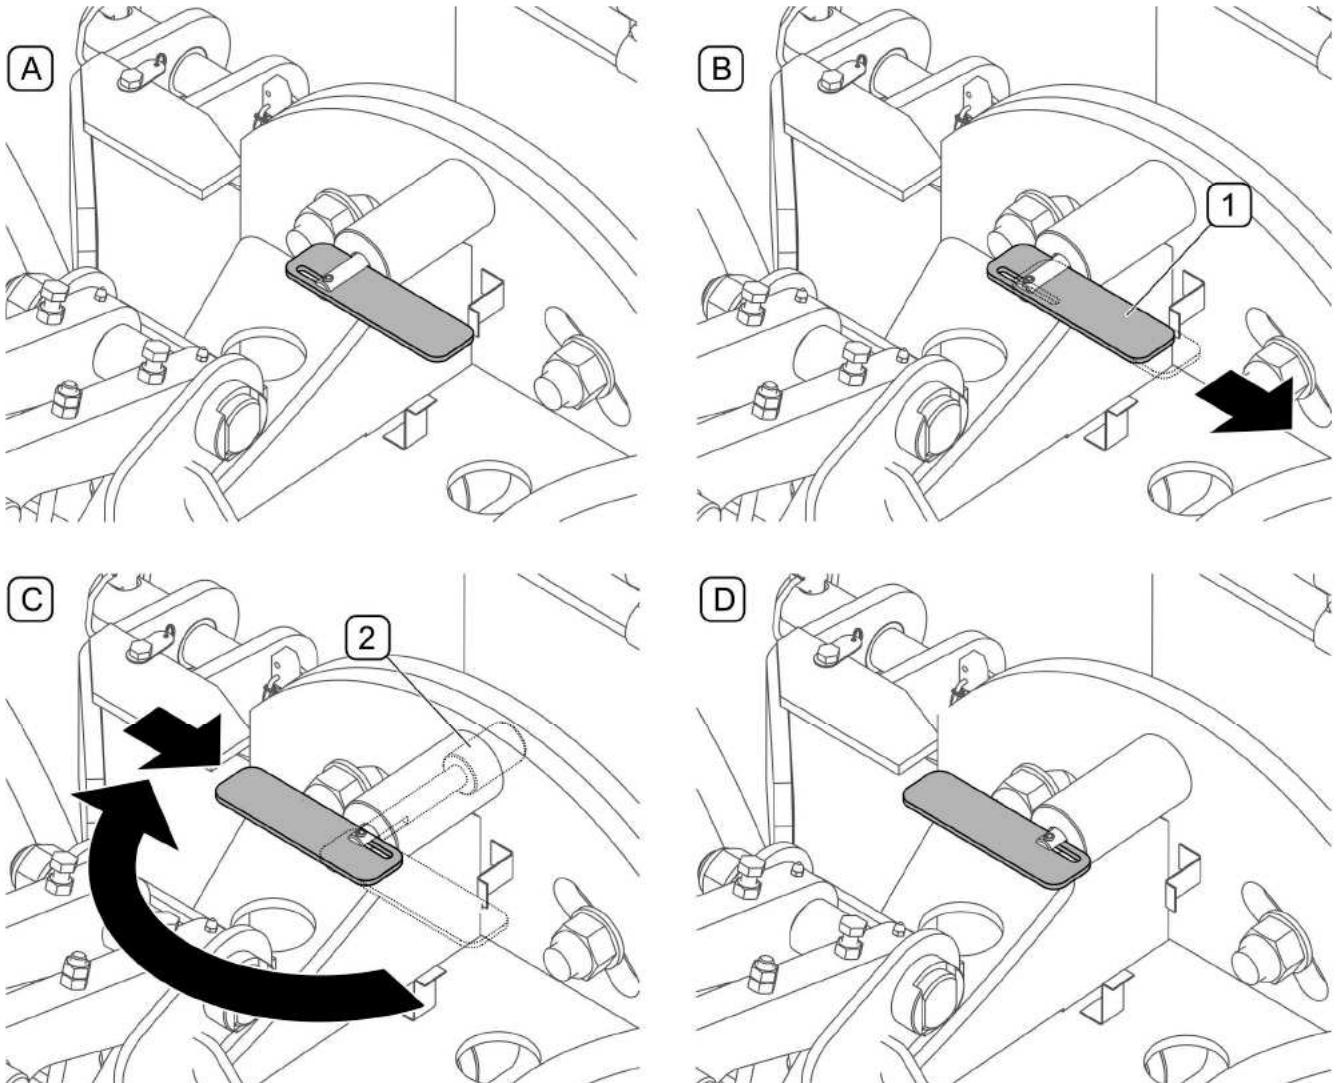

РИСУНОК 4.12 Блокирование в транспортном положении
В плугах с трехточечной системой навески (торсионной) кат. II-III на время передвижения с поднятым отвалом необходимо заблокировать систему навески (РИСУНОК 4.12), чтобы не допустить до перекосов плуга на бока. Для этого необходимо:
- переместить рукоятку (1) собачки в крайнее наружное положение продолговатого отверстия (РИСУНОК 4.12, В).
- Повернуть рукоятку на 180° - палец (2) собачки должен вдвинуться в замок (РИСУНОК 4.12, С).
- Переместить рукоятку (2) блокировки в крайнее внутреннее положение продолговатого отверстия, чтобы заблокировать собачку в зацепленном положении.
В плугах с трехточечной системой навески (*торсионной*) кат. II-III перед отсоединением от трактора (транспортного средства) рекомендуется заблокировать систему навески в транспортном положении (РИСУНОК 4.12).